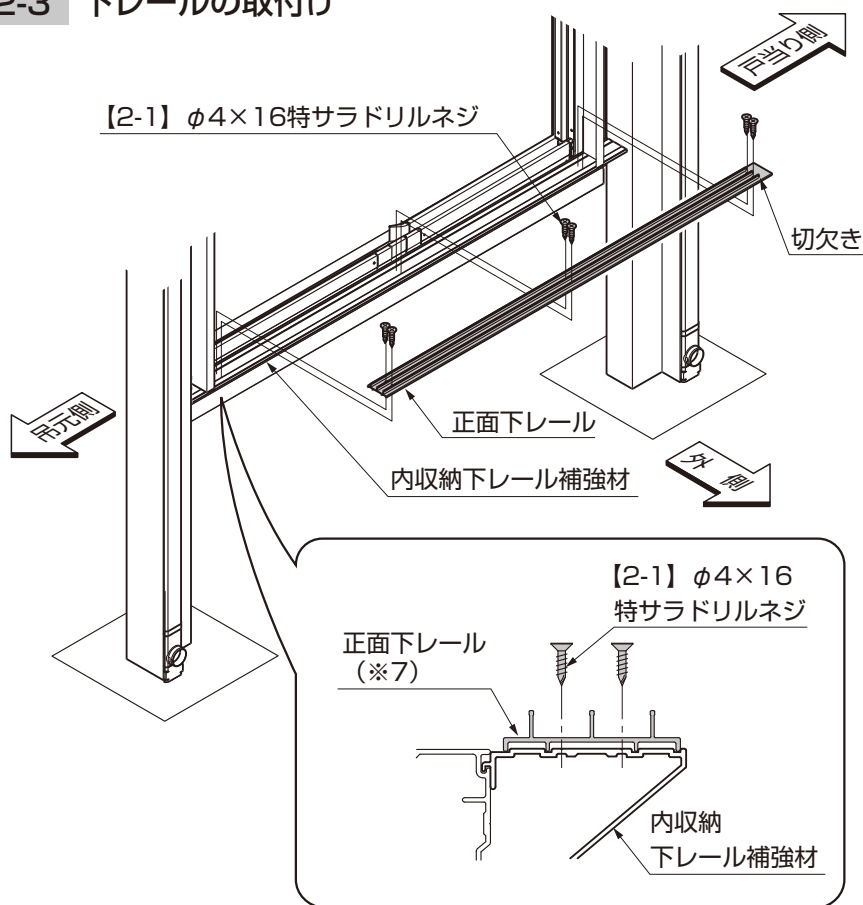

図2-16 インナーデッキ仕様
- ① 正面下レールの向きを確認して【2-1】または【2-2】で取付けてください。(図2-16、図2-18参照)